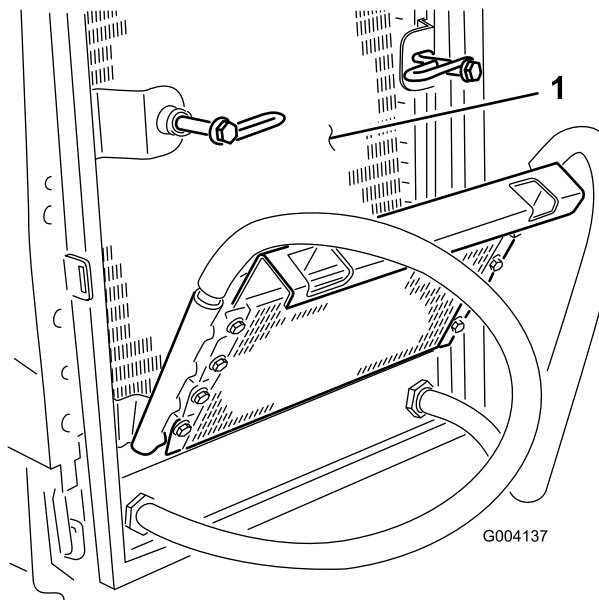

Figura 72
6. Pulite accuratamente entrambi i lati del radiatore dell'olio e del radiatore utilizzando aria compressa (Figura 72).